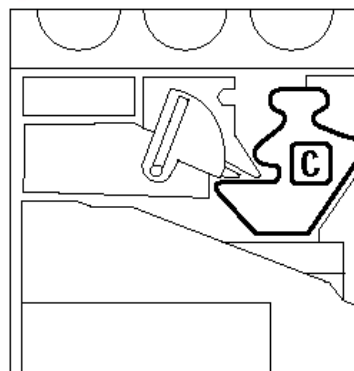

Figura 20: Localizar o Recipiente de despejo de revelador usado
- 3 Localize o Recipiente de despejo de revelador (área C na Figura 20).